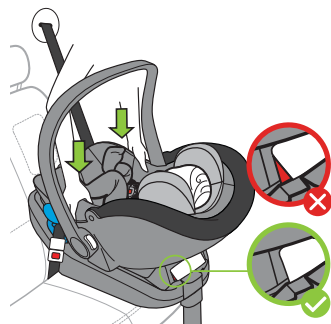

Figure 67
- Abaissez le porte-bébé sur la base et appuyez de chaque côté du porte-bébé pour le connecter à la base, comme indiqué dans la **Figure 67**. La zone rouge sur le côté de la poignée de déverrouillage disparaîtra complètement lorsque le porte-bébé est correctement fixé. Si la zone rouge est visible, le porte-bébé n'est PAS correctement sécurisé.